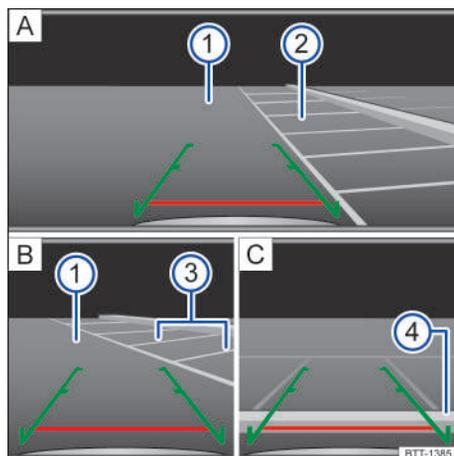

Fig. 109 Visualización del display del sistema de radio: estacionar con la cámara de marcha atrás.
Legenda para fig. 109:
- Colocar el vehículo delante de la plaza de estacionamiento → fig. 109 ② **A**.
- Conducir hacia atrás lentamente y maniobrar de modo que las guías verdes laterales conduzcan entre la líneas de delimitación de la plaza de estacionamiento seleccionado ② **A**.
- Alinear el vehículo en la plaza de estacionamiento seleccionada de modo que las guías verdes laterales queden sobre las líneas de límite lateral ③ **B**.
- Detener el vehículo cuando la línea roja alcance el límite trasero ④ **C**. <